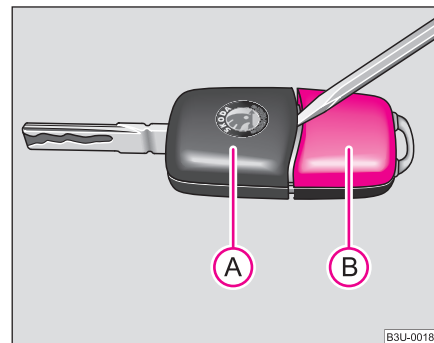

Fig. 19 Desfacerea cheii cu telecomandă
Fiecare cheie cu semnal are în componență o baterie, care se găsește în capacul **(B)** al carcasei emițătorului → **fig. 19**. Vă recomandăm să vă adresați unei unități Škoda pentru înlocuirea ►
- Desprindeți cheia (A) ⇒ pagina 39, fig. 19 cu ajutorul unei șurubelnițe de carcasa (B).